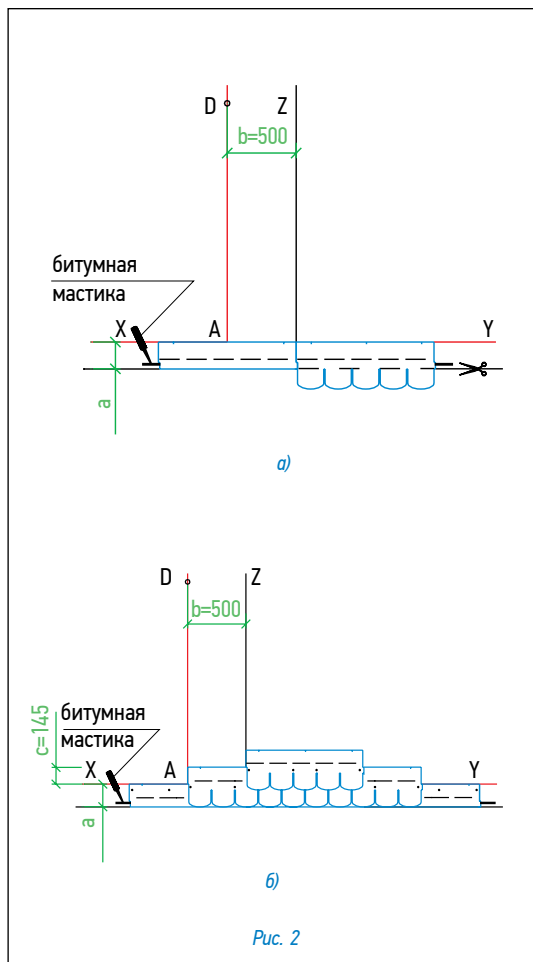

Рис. 2
Укладка материала (рис. 2)
- далее первый ряд черепицы укладывается от линии AD (рис. 2б);
- второй ряд укладывается от линии Z (со смещением 50 см от AD) (рис. 2б);